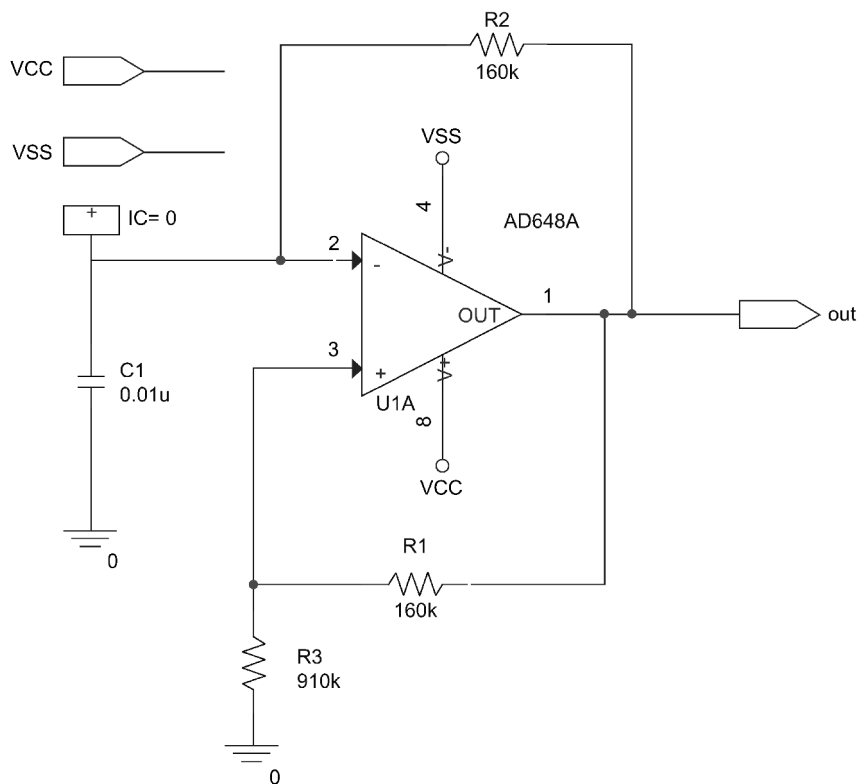
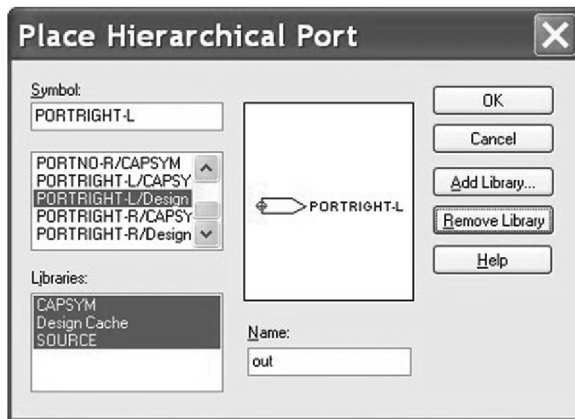

图 20.20 125Hz 振荡器
图 20.21 放置层模块端口
- 2. 绘制如图 20.20 所示的电路。运算放大器 AD648 选自 opamp 元器件库。如果使用的 PSpice 软件为演示版，则运算放大器改为 uA741，从 eval 元器件库进行选择。如图 20.21 所示，选择菜单
Place > Hierarchical Port 放置层模块端口，在输出节点 out 放置 PORTRIGHT - L 端口，在 VCC 和 VSS 电源节点放置 PORTRIGHT - R 端口。如图 20.20 所示，把电源端口分别命名为 VCC 和 VSS，并且在每个端口绘制一段短的连接导线。
为了使电路产生振荡，需要把电容的初始电压值设置为 0V。从 special 元器件库中选择 IC1 放置于电容 C1 上端，并且设置 IC = 0，如图 20.20 所示。